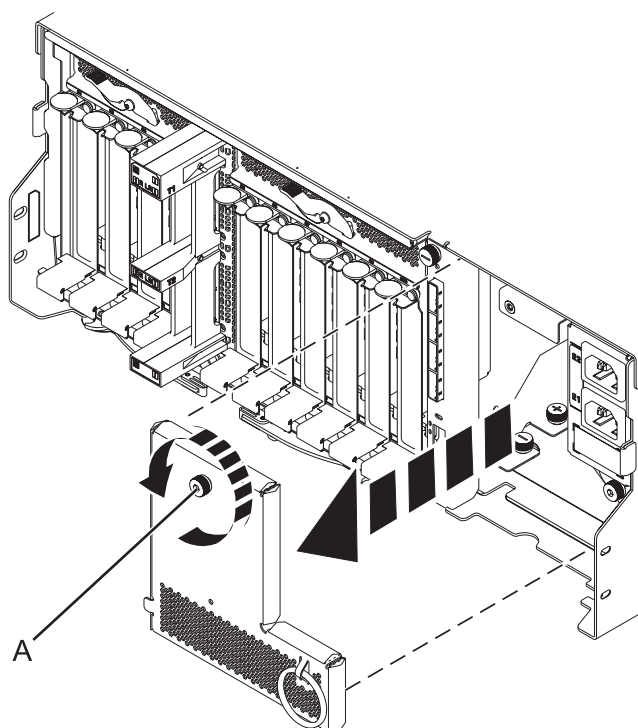

Figure 57. Retrait de la plaque d'alimentation
10. Retirez la plaque d'alimentation en tournant la vis moletée (A) et en ôtant la plaque du système, comme indiqué dans la figure 57.